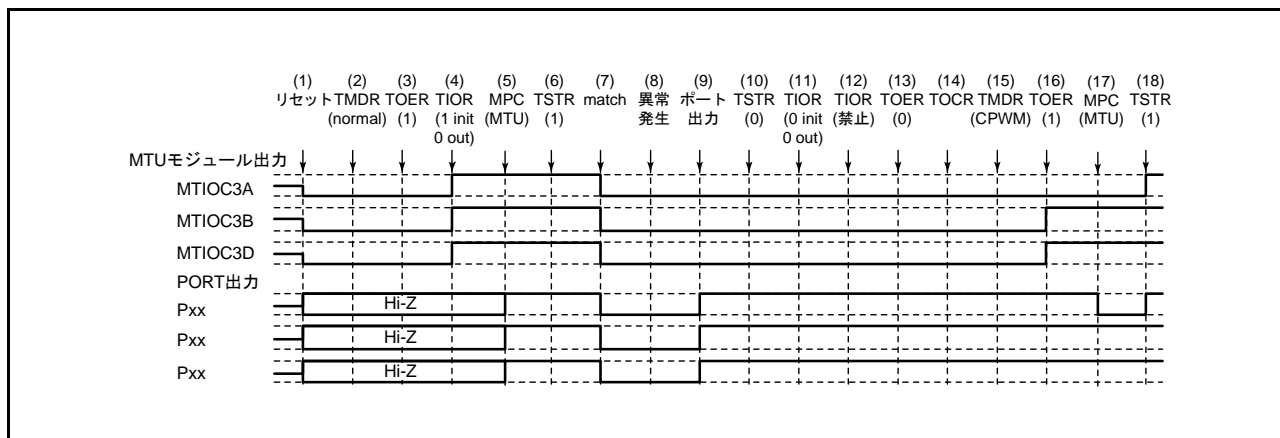

図 20.131 ノーマルモードで異常が発生し、相補 PWM モードで復帰する場合
ノーマルモードで異常が発生し、再設定後相補 PWM モードで再スタートする場合の説明図を図 20.131 に示します。
(1) ~ (13) は図 20.131 と共通です。
(14) TOCR レジスタでリセット同期 PWM モードの出力レベルと周期出力の許可 / 禁止を選択してください。
(15) リセット同期 PWM モードを設定します。
(16) TOER レジスタで MTU3、MTU4 の出力を許可してください。
(17) MPC と I/O ポートのポートモードレジスタ (PMR) で MTU 出力としてください。
(18) TSTR レジスタで再スタートします。